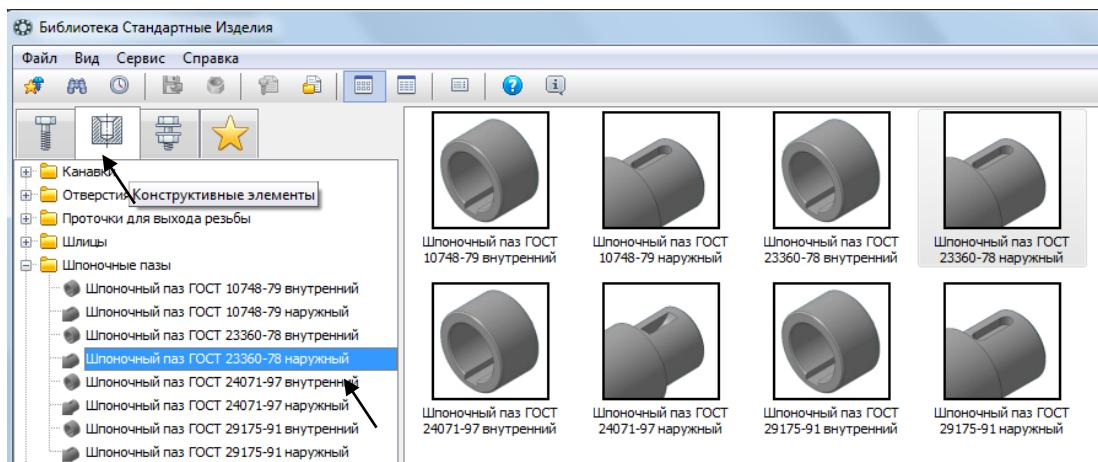

Рисунок 74.
5. Выполните шпоночный паз на валу. Поставьте **Ориентация - Вид сверху**. Воспользуйтесь библиотекой программы КОМПАС. Выберите раздел **Библиотеки** – **Стандартные изделия**–**Вставить элемент**–**Крепежные соединения** –**Конструктивные элементы**–**Шпоночные пазы** –**Шпоночный паз ГОСТ 23360-78 наружный**(рисунок 74).